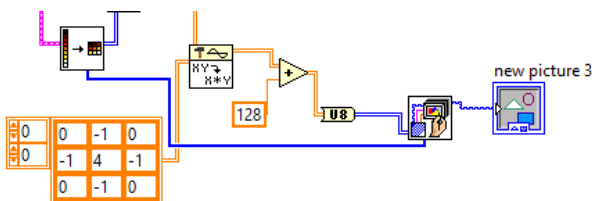

Рис.7.8. Підключення входів
18. Зробити останні налаштування блоків Зробити підключення блоків між собою, рис.7.8, а саме вхід “Colors” підключити до виходу “Color table”, в останньому блоці Draw натиснувши ПКЛ змінити тип на 8біт, Select Type – Draw 8-bit Pixmap. Запустити та отримати результат зміненого зображення. Оформити звіт. Кінцева схема представлена в Додатку 1 Приклад Б.